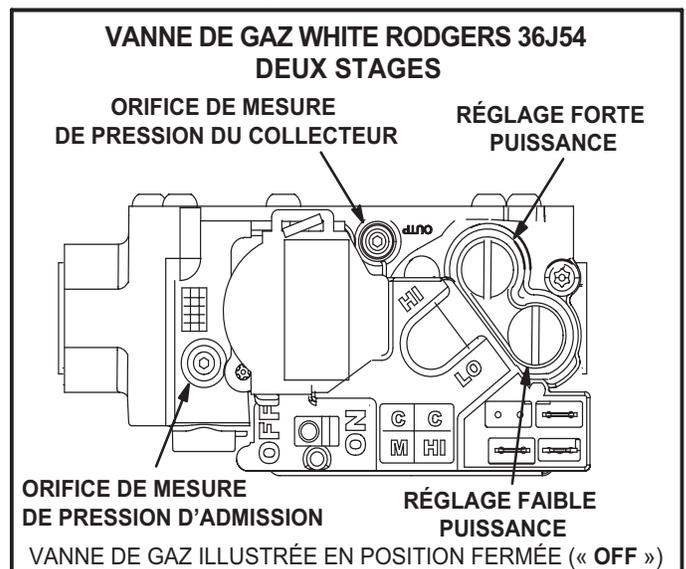

FIGURE 1
- 5 - Mettre l'interrupteur de la vanne de gaz sur **OFF/FERMÉ**. Voir Figure 1, 2 ou 3.
- 6 - Attendre cinq (5) minutes pour s'assurer que tout le gaz a eu le temps de se dissiper. En cas d'odeur de gaz, **ARRÊTER!** Appeler immédiatement le fournisseur du gaz depuis un voisin et se conformer à ses instructions. S'il n'y a pas d'odeur de gaz, passer au point suivant.
- 7 - Mettre l'interrupteur de la vanne de gaz sur «**ON**» (**OUVERT**). Voir Figure 1, 2 ou 3.
Les valeurs de la pression du collecteur sont données au Tableau 2. Voir Figure 1 ou 2 pour l'emplacement des orifices de mesure de pression.